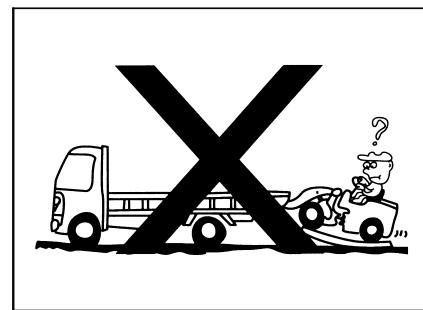

Рис.3-2
- Следует применить косую доску с достаточной прочностью. Следует обеспечить достаточную ширину и длину косой доски для представления уклона с целью обеспечения безопасной погрузки и разгрузки, угол отклонения между косой доской и землей составляет не более 150, расстояние между косами досками отвечает требованиям базы колес машины. (Рис.3-2)